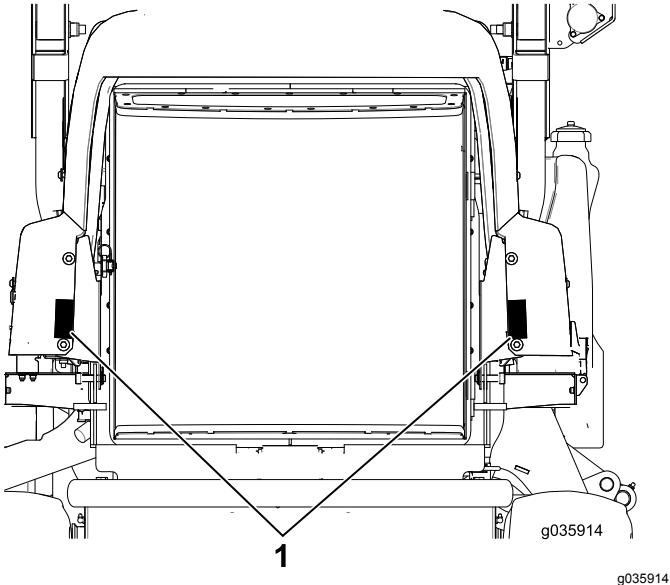

Bild 29
6. Bringen Sie die Klebereflektoren an der Haube an und richten Sie die längsten Kanten des Reflektors mit der Innenkante der Haube aus (Bild 29).